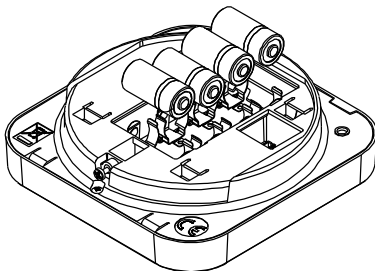

Fig. 5
4. Tag batterierne ud, og erstæt dem med nye. Vær opmærksom på polariteten, når du lægger de nye batterier i (se Fig. 5).